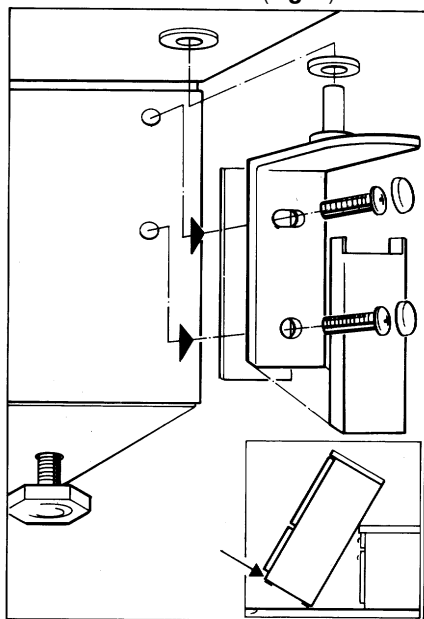

Fig. 5
- ☐ Verwijder het plastic beschermopje van het onderscharnier (**Fig. 5**).
- ☐ Schroef het onderscharnier los (**Fig. 5**); verwijder de deur van de vriesruimte door hem naar beneden te schuiven.